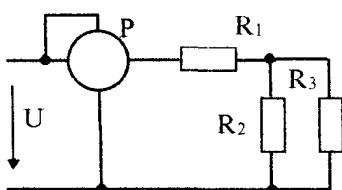

Рис. 2.15.
2.7.20. Визначити опір R_3 , якщо $U=120\text{В}$, ватметр показує $P=400\text{Вт}$, $R_1=20\text{ Ом}$, $R_2=30\text{ Ом}$ (Рис. 2.15).